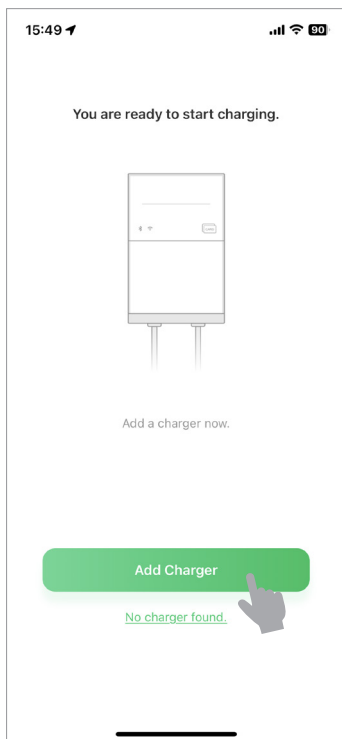
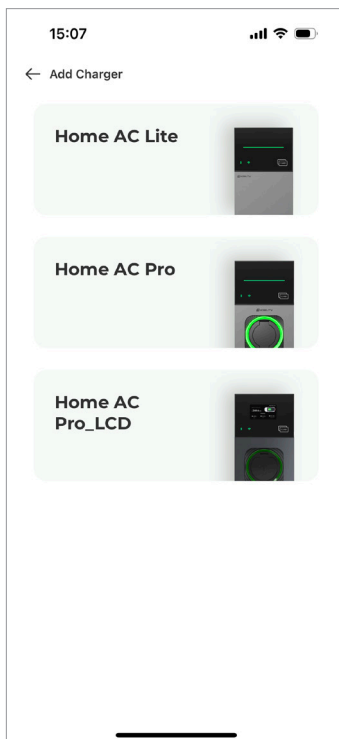

Abb. 6-5
Abb. 6-6
2. Tippen Sie auf „Ladegerät hinzufügen“ (siehe Abb. 6-5). Wählen Sie dann das von Ihnen verwendete Ladegerät aus. (siehe Abb. 6-6)